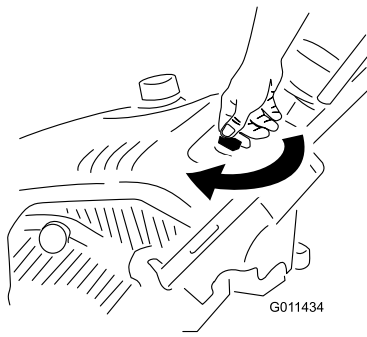

Figura 10
1. Gire la llave de contacto a la posición de CONECTADO (Figura 10).